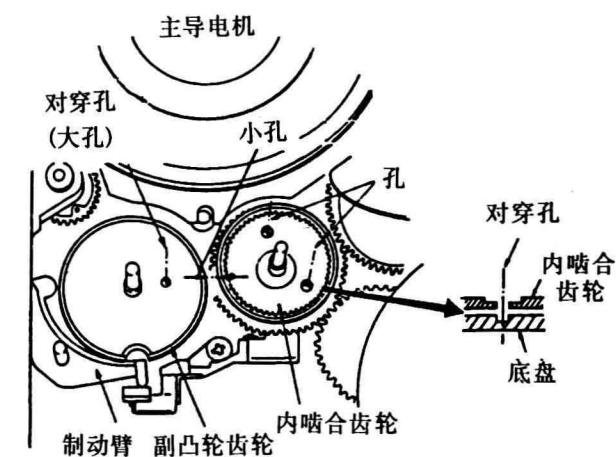

图66
(1) 副凸轮、内啮合齿轮和制动臂的安装方法
步骤：①安装内啮合齿轮，使齿轮上的孔与底座上的孔对准，如图66所示；